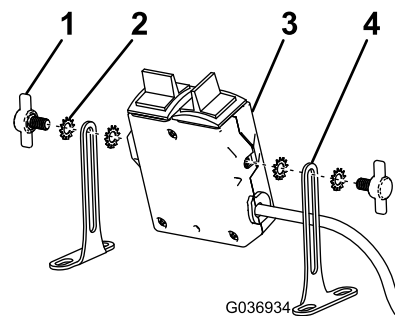

Figura 3
3. Sujete los soportes de montaje al controlador usando 4 arandelas de estrella y 2 tornillos de mariposa (**Figura 3**).